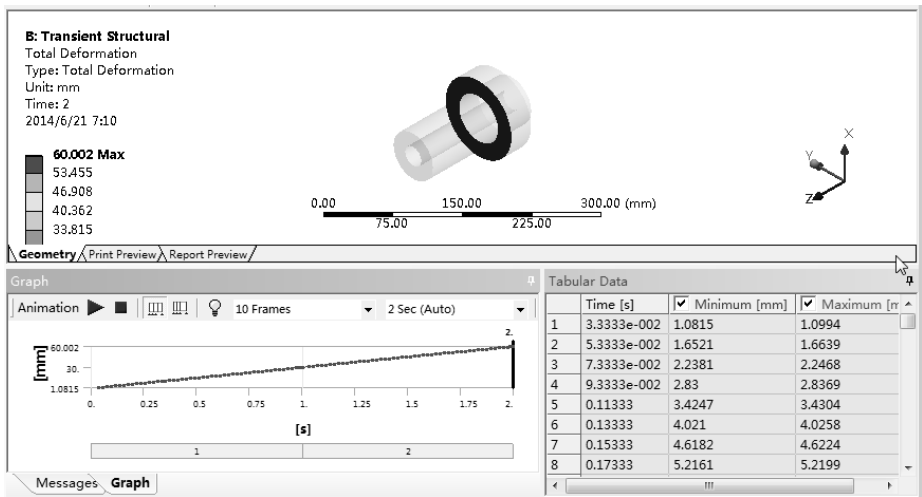

图 8-82 变形云图
2) 变形云图。在【Outline (分析树)】中选择【Solution (B6)】节点，单击其下的【Directional Deformation】项  Directional Deformation，在图形窗口显示出变形云图，同时显示最大最小方向变形，如图 8-82 所示。